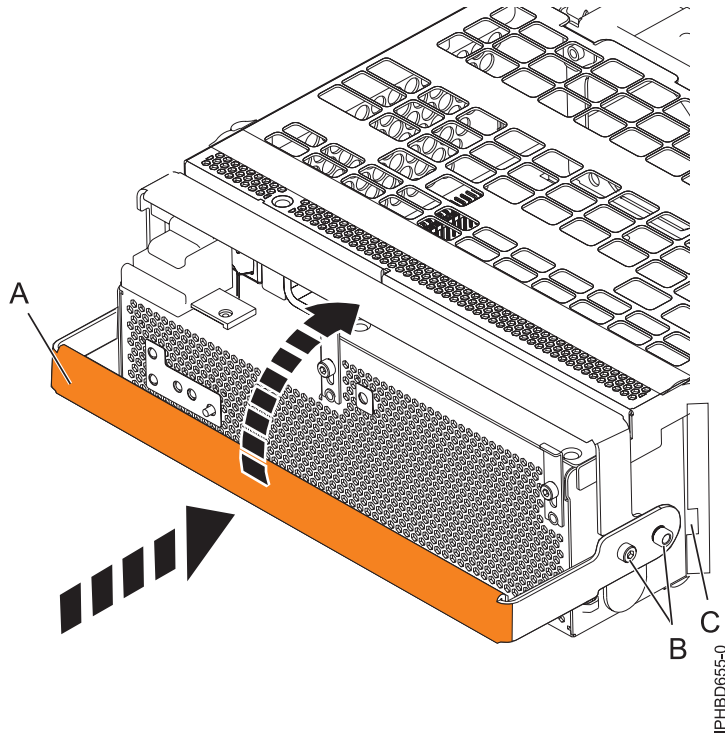

Figure 72. Remplacement d'un bloc d'alimentation
10. Pour remplacer l'alimentation électrique, avec la poignée de verrouillage (A) en position ouverte, insérez l'alimentation électrique dans l'unité d'extension comme indiqué à la figure 72, à la page 78.
11. Fermez le levier de verrouillage (A) jusqu'à ce que le bloc d'alimentation soit maintenu en place.